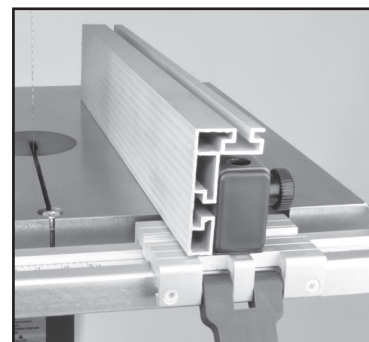

FIGURE 35
4. Une fois en place, resserrez les boutons latéraux pour bien fixer la butée sur le porte-guide. FIG. 35.